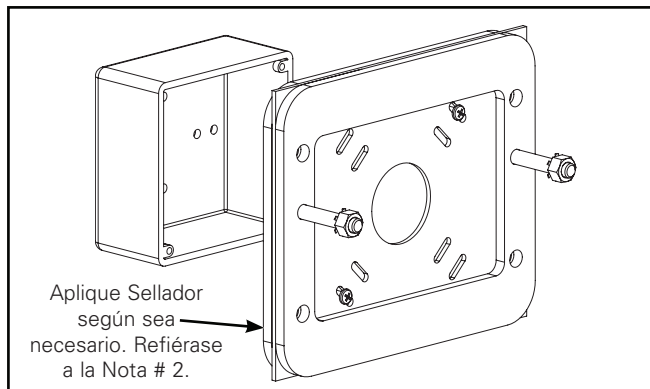

Figura 5.
2. Con los dos tornillos suministrados con la caja de conexión, instale la placa de montaje según se muestra. Los pernos de 5 / 16-18 deben estar orientados en dirección contraria a la pared y por encima del centro del soporte (Figura 5). Para superficies rugosas o irregulares, el sellador debe ser aplicado (por otros) entre la junta de la placa de montaje trasera y la superficie de montaje (pared).